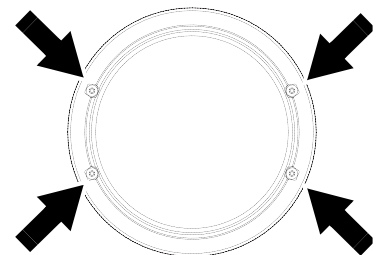

Рисунок 2
4. См. рисунок 2. Снять четыре винта со сборки передней линзы, затем снять страховочное крепление передней линзы. Снять сборку передней линзы и сохранить ее для возможного применения в будущем, если в дальнейшем планируется вернуть стандартную конфигурацию прибора.